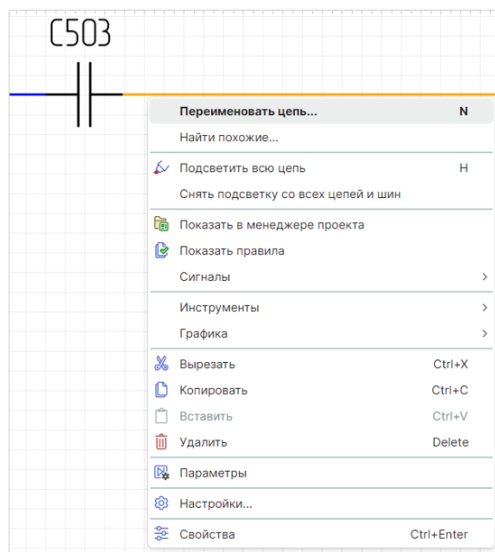

Рис. 114 Переход к переименованию цепи из контекстного меню
- Из контекстного меню цепи с помощью команды «Переименовать цепь», см. Рис. 114.